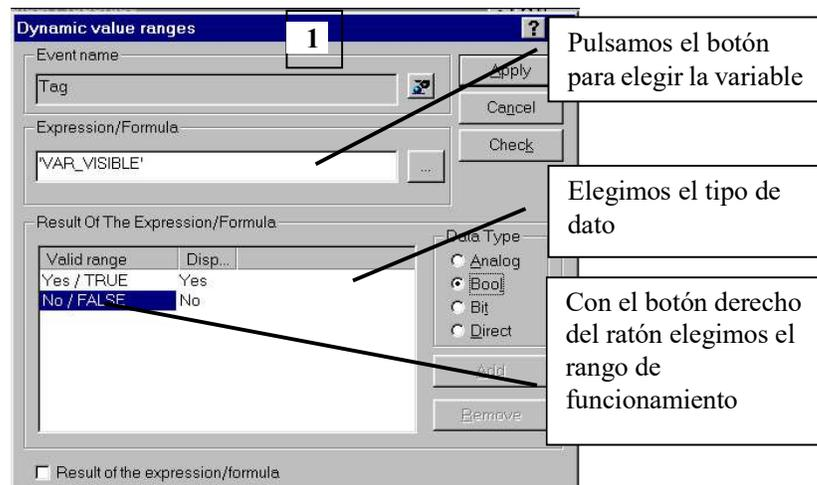

Imagen 4.20.
. Aparecerá una ventana como la mostrada a continuación donde se configurará el elemento. (Ver Imagen 4.20)
. A continuación pulsar el botón (1) (ver Imagen 4.20), para configurar el trigger.